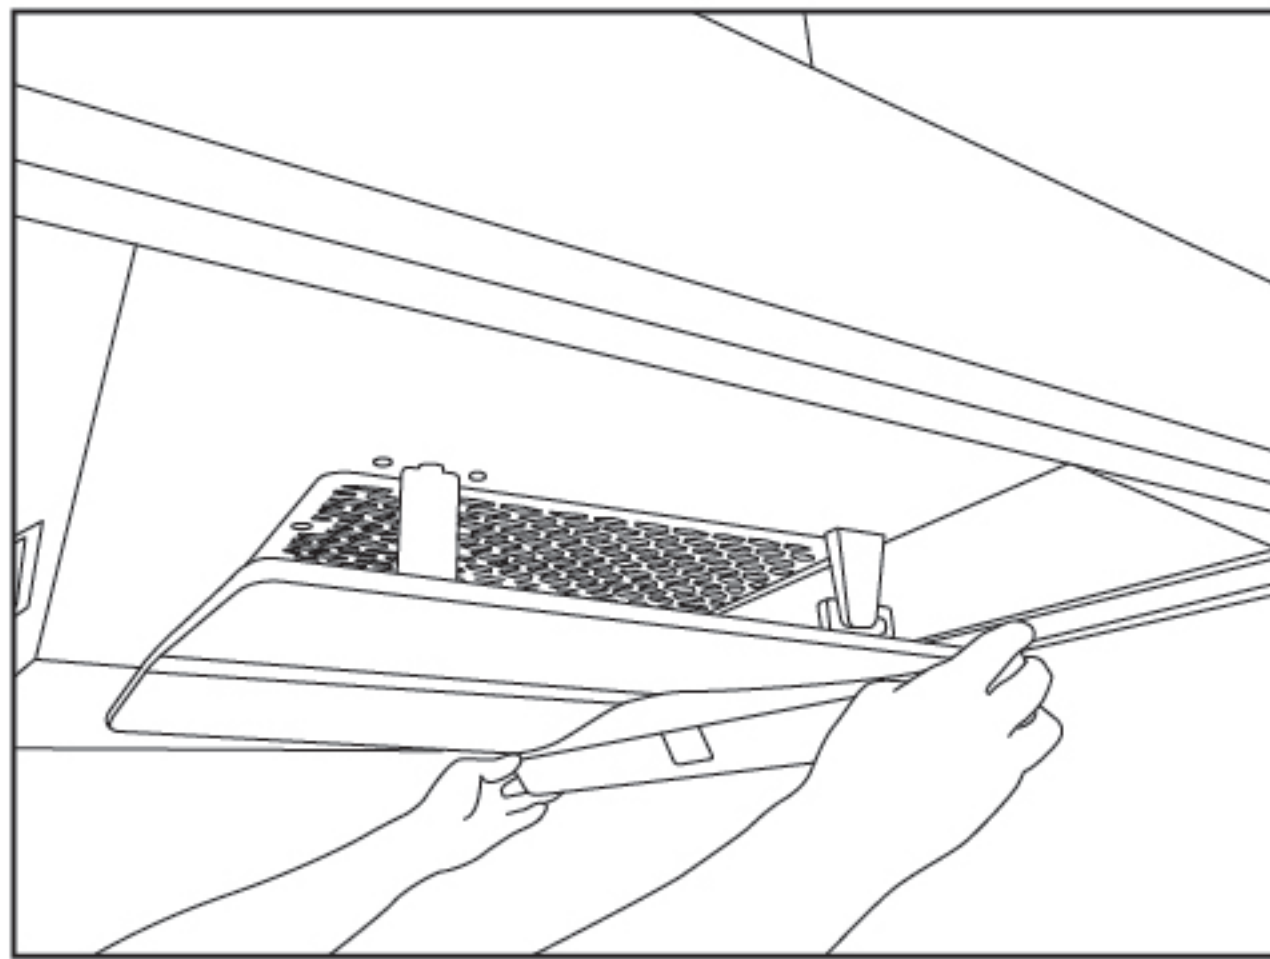

图1
1. 用双手托住油杯两端，保持油杯水平，向吸油烟机前方慢慢移出，取下油杯，倒去积油（图1）；